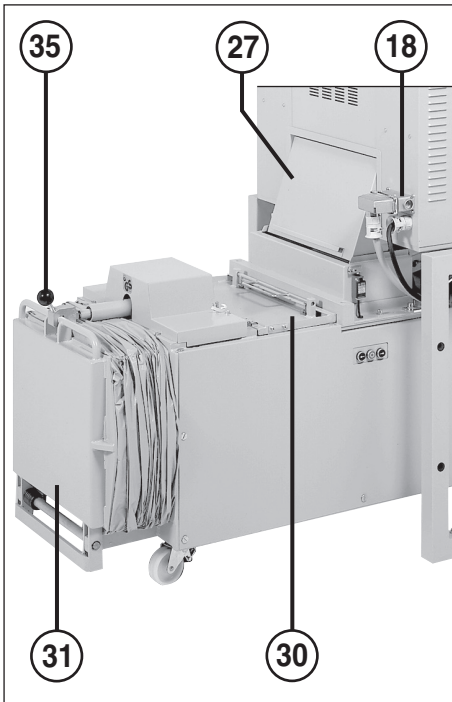

Fig. 2
Pulsando este pulsador durante más de 2 segundos como mínimo, el punzón de prensado retrocede ligeramente y la palanca de cierre (35) (fig. 2) se desplaza ligeramente hacia delante (descarga de la presión en la compuerta de extracción). La compuerta de extracción (31) puede ser abierta. Esta medida es necesaria cuando el compactador mantiene prensado un fardo a expulsar.